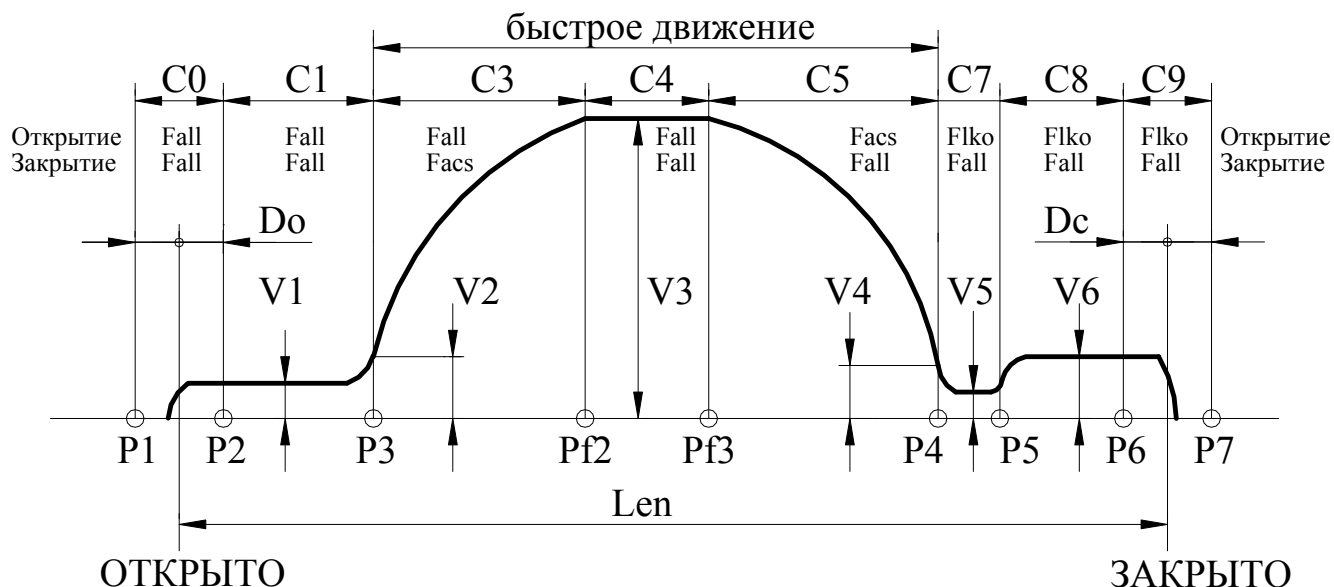

Рис.5. Траектория движения.
3.6.1. Рис.5, на котором показана траектория движения, отслеживаемая *Устройством*, поясняет назначение многих параметров, рассмотренных ниже. На рис.5 отображено также распределение сил на участках траектории отдельно при открытии и при закрытии (при переходе в режим удержания устанавливается соответствующая сила удержания).
- Если $Var_sl=1$, то точка препятствия запоминается и происходит замедление скорости движения при подходе к точке препятствия до $Vbar$. При отсутствии препятствия в том же месте, дальнейшее движение происходит по кривой, указанной на **рис.5**.
- 3.6.7.14. **ТР.2D** – C_vko (мм) – дополнительное смещение точки **P2** (**рис.5**) для расширения диапазона удержания сигнала ВКО.
- 3.6.7.15. **ТР.2E** – C_vkz (мм) – дополнительное смещение точки **P6** (**рис.5**) для расширения диапазона удержания сигнала ВКЗ.